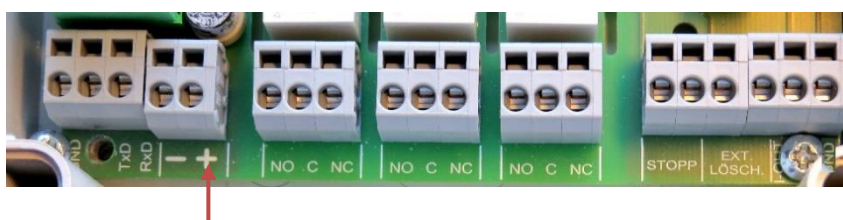

Figura 15
6. Aperte a porca de capa do passa-fios (1) para estabelecer o alívio de tensão.
7. Ligue a tensão de alimentação de 24 V CC aos terminais + e – (1) (veja a figura 15).